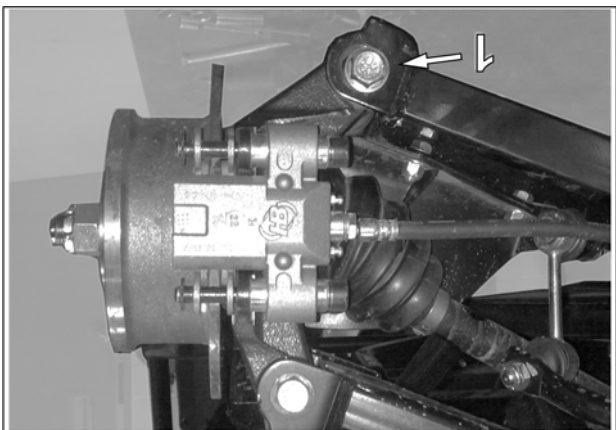

Fig. 5
5. Retirer le boulon (1) qui fixe le bras de suspension inférieur au moyeu de roue. Voir la Fig. 5